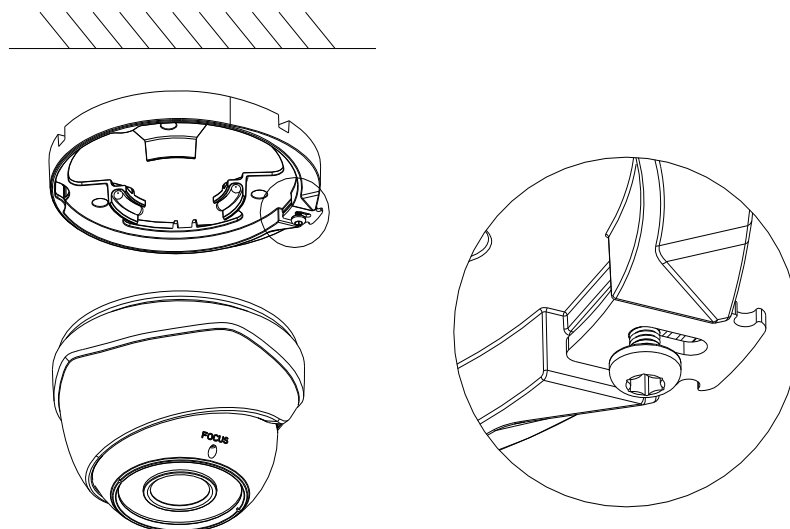

Рис.2.1.3. Установка видеокамеры LTV-CDH-B900L-V
11. Затяните винт фиксации, чтобы зафиксировать нужное положение видеомодуля, как показано на рис.2.1.3.